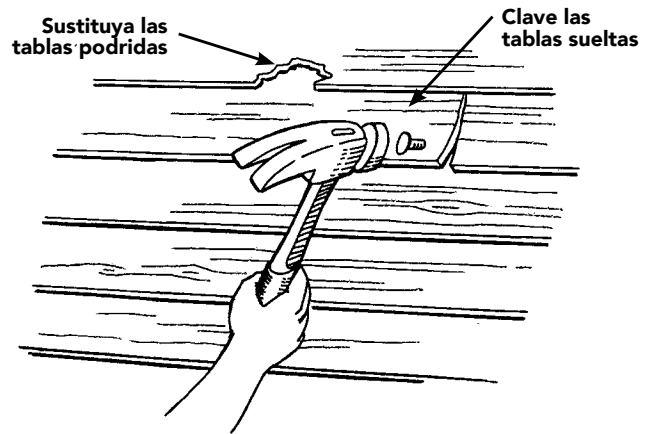

Figura 22
- Clave cualquier tabla suelta del revestimiento anterior, y sustituya las que estén podridas (Figura 22). No instale el revestimiento vinílico sobre madera podrida.